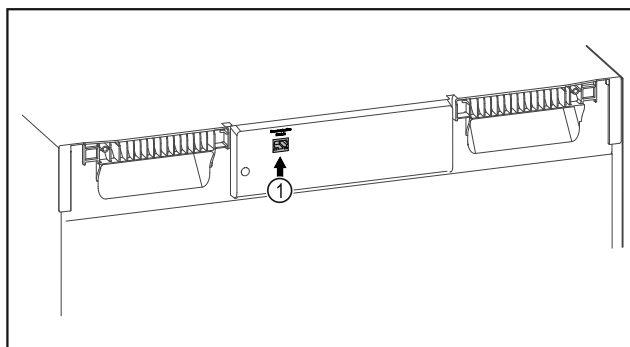

Fig. 93
- ☐ SmartModule Fig. 93 (1) ist eingesetzt.